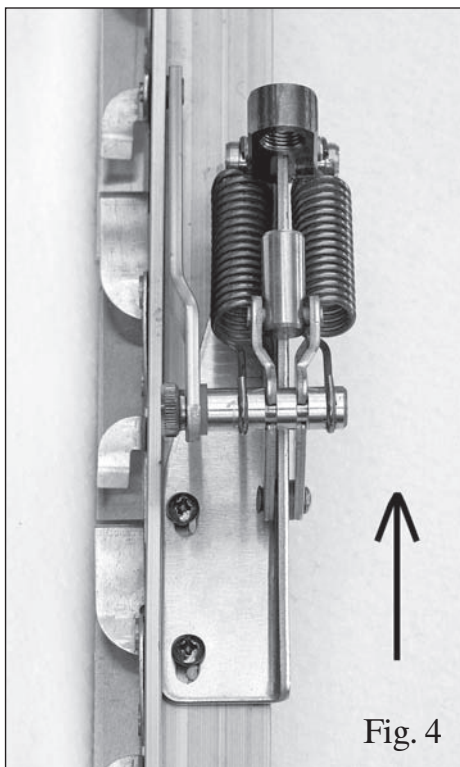

Fig. 4
5. Монтировать открывающий механизм на место ручки, сместить его к соединяющему рычагу до полного закрытия. Отметить положение двух установочных отверстий рычага открывающего механизма (5) по отношению к механизму жалюзийного окна.
7. Закрепить открывающий механизм, используя входящие в комплект самонарезающие винты. Винты сильно не затягивать, см. рис. 4.